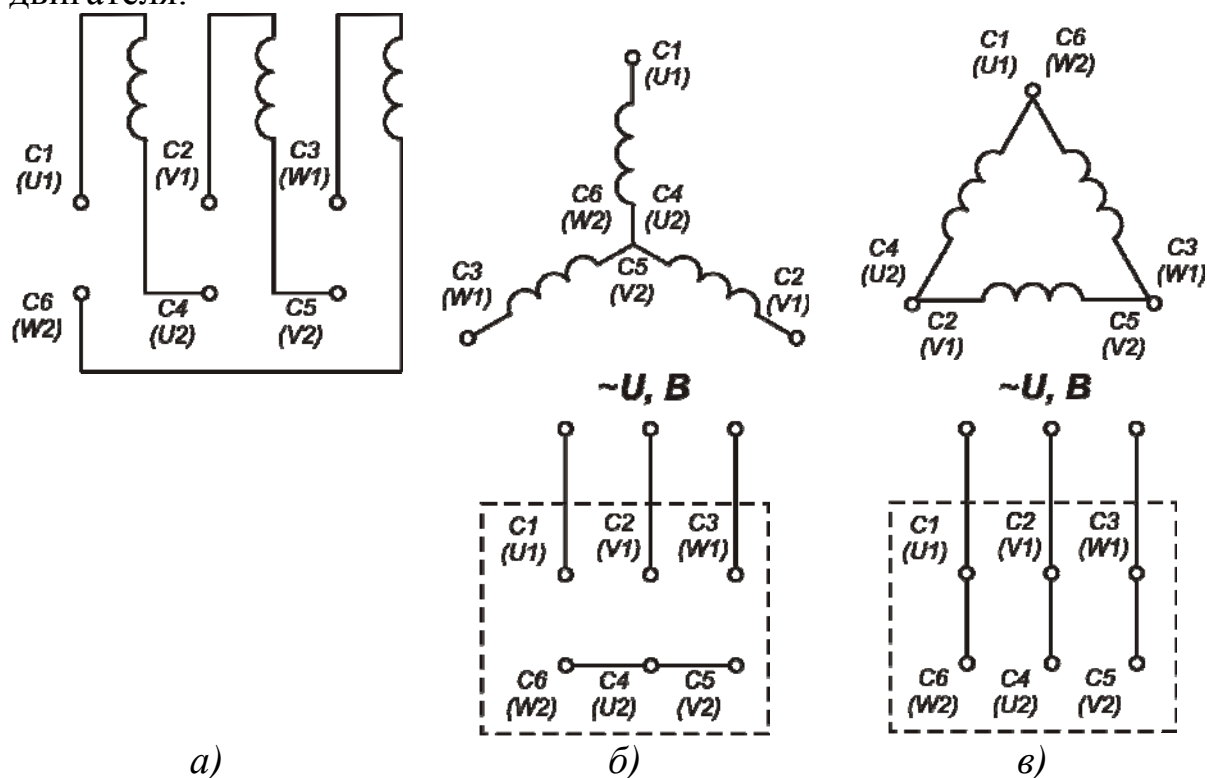

Рис. 2.2 Схемы соединения обмоток статора АД: а – клеммной колодке; б – соединением «звезда»; в – соединением «треугольник»
Для соединения АД по схеме «звезда» (Y) (рисунок 2.2а) все концы обмоток статора - C4, C5, C6 (или все их начала - C1, C2, C3) объединяют при помощи перемычек вместе, а к свободным началам обмоток - C1, C2,
С3 (или к их концам - С4, С5, С6) подводят напряжение трехфазной сети переменного тока - фазы А, В, С. Для соединения АД по схеме «треугольник» (рисунок 2.2в) обмотки статора при помощи перемычек соединяют вместе попарно - С1 и С6, С2 и С4, С3 и С5, а к местам их соединения подводят напряжение сети (фазы А, В, С). В обоих случаях все обмотки статора АД будут соединены согласованно и при подаче на них напряжения питания внутри статора образуется вращающееся электромагнитное поле, создающее вращающий момент на валу двигателя.